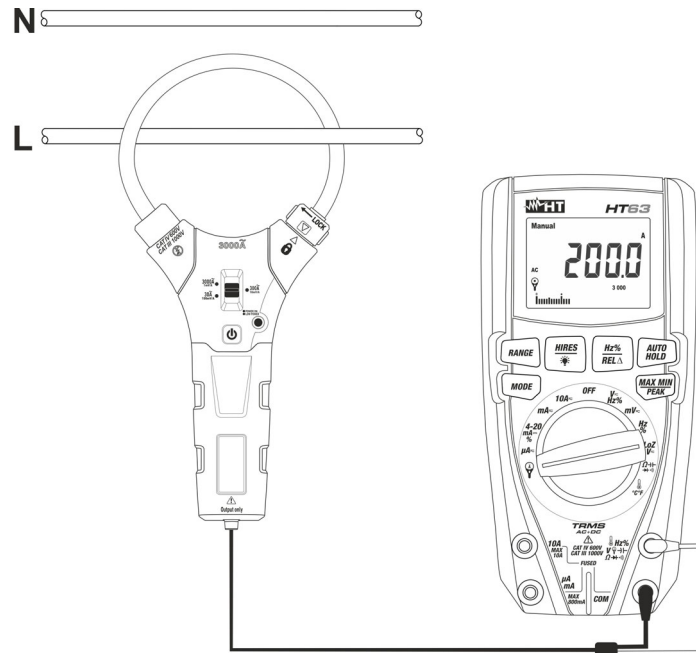

Abb. 12: Verwendung des Messgerätes für die AC/DC Strommessung mit Stromwandler
5. Legen Sie das Kabel in den Stromwandler (siehe Abb. 12). Der gemessene Stromwert erscheint auf dem Display